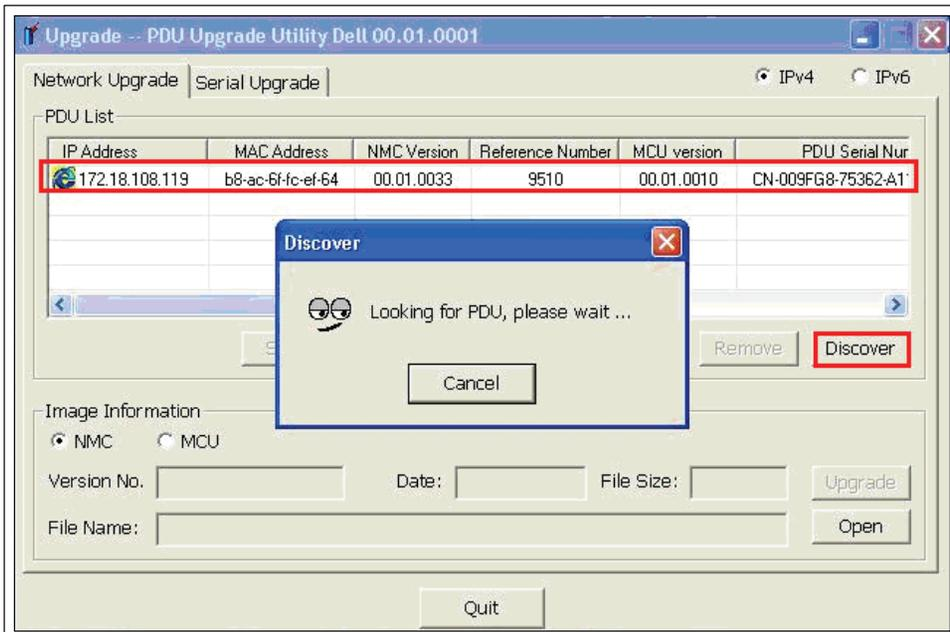

Figure 6. Vérification du rPDU à mettre à niveau
- 5 Assurez-vous que le rPDU à mettre à niveau figure sur la page **PDU List** (voir Figure 6).